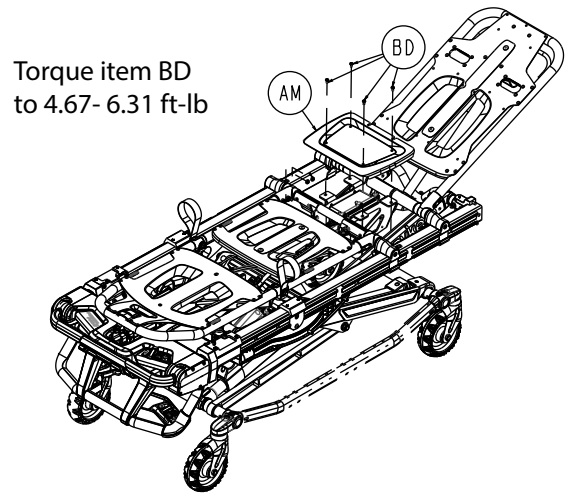

Figure 101 – Retirer les vis et le revêtement du siège
22. À l'aide d'une clé Torx T25, retirer les quatre vis à roulement à tête cylindrique (BD) qui fixent le revêtement du siège (AM) à la civière (Figure 101). Retirer et conserver le revêtement du siège. Conserver les vis.